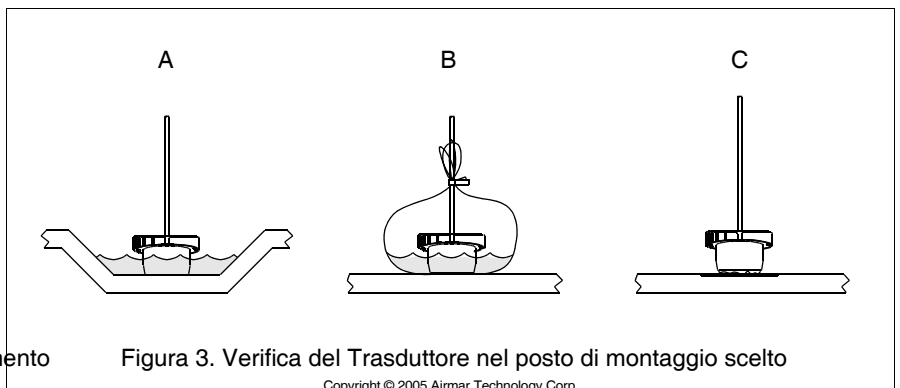

Figura 3. Verifica del Trasduttore nel posto di montaggio scelto
- A. Se il trasduttore verrà posizionato nella vicinanza della poppa e l'imbarcazione ha il minimo angolo di deadrise**—Pulite qualsiasi accumulo di sporcizia e/o grasso utilizzando un detergente oppure un solvente non aggressivo come l'alcol. Appoggiate il trasduttore allo scafo e permettetelo che l'acqua di sentina ricopra la superficie di contatto (Figura 3-A).
- B. Per un angolo di deadrise non eccessivo**—Se la superficie dello scafo non è liscia, levigatela con una smerigliatrice a disco. Inserite il trasduttore dentro un sacchetto di plastica sottile. Riempite il sacchetto parzialmente con acqua e serratelo fermamente con una fascetta per cavi. Bagnate la superficie dello scafo e premete il lato attivo del trasduttore contro lo scafo tramite il sacchetto (Figura 3-B).
- C. Per qualunque posto**—Se la superficie dello scafo non è liscia, levigatela con una smerigliatrice a disco. Applicare un lubrificante a base d'acqua (come K-Y® gel) sul lato attivo del trasduttore. Con un movimento di contorcimento, premete con forza il lato contro lo scafo (Figura 3-C.). Dopo la verifica, rimuovete ogni traccia del lubrificante dal lato del trasduttore.